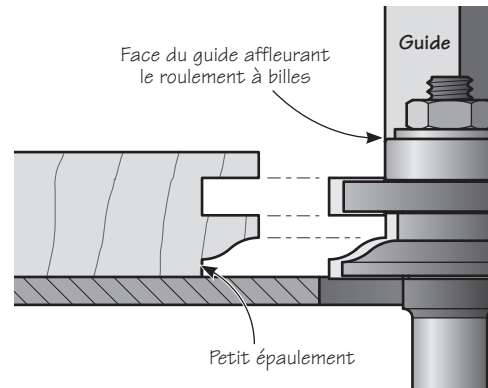

Figure 6 : Réglage pour les coupes de profil
4. Réglez la hauteur de la mèche pour qu'un petit épaulement soit taillé sur les chants intérieurs des pièces moulurées sur la longueur. Voir la **figure 6**. Assurez-vous que le guide de la table à toupie et le roulement à billes sont alignés. Moulurez le bord intérieur de toutes les pièces du cadre – montants et traverses –, ainsi que de chaque côté des montants et des traverses intermédiaires.